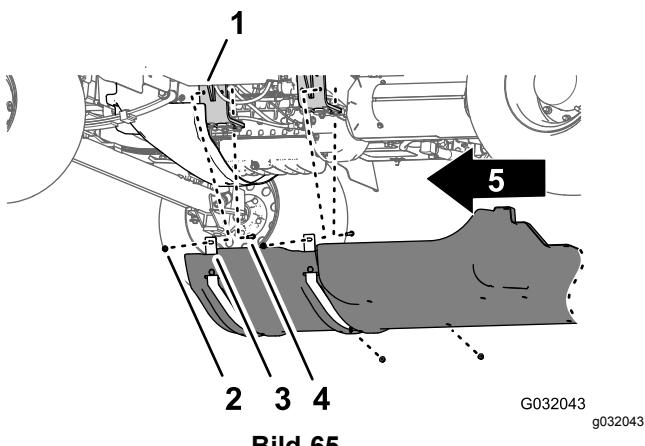

Bild 65
- 1. Fluchten Sie die Fahrwerkabdeckung mit dem unteren Chassis der Maschine aus (Bild 65).
2. Schieben Sie die vorderen Befestigungsflansche der Fahrwerkabdeckung über die Schrauben und die Schlossschrauben an den Motorbefestigungshalterungen der Maschine (**Bild 65**).
3. Befestigen Sie die Fahrwerkabdeckung mit den vier Sicherungsbundmuttern (5/16"), die Sie in Schritt 2 in Entfernen der Fahrwerkabdeckung \(Seite 4\) entfernt haben, an den Befestigungshalterungen des Motors (**Bild 65**).